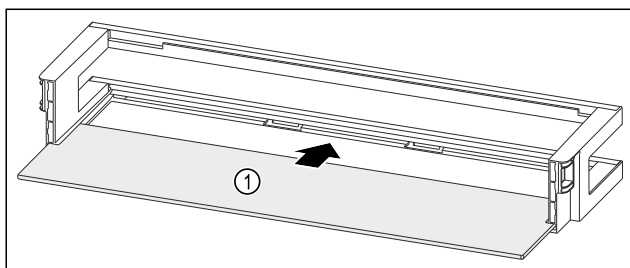

Fig. 244 Rafti i derës me raft mbajtës
- Futni raftin mbajtës Fig. 244 (1) në folëtë anësore.